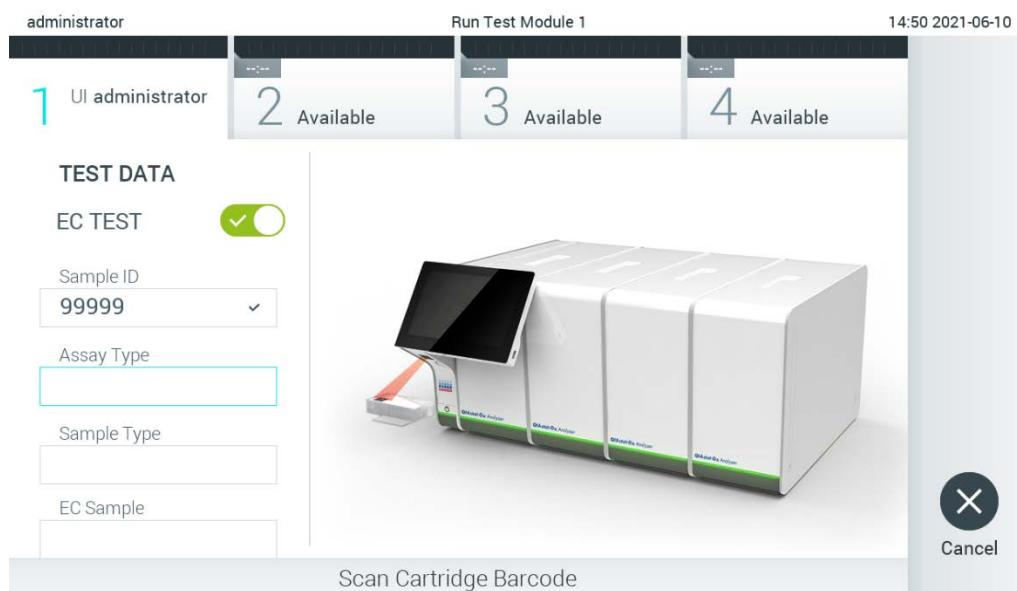

Рис. 89. Сканирование штрих-кода картриджа для тест-системы QIAstat-Dx.
4. При получении соответствующего запроса отсканируйте штрих-код на картридже для тест-системы QIAstat-Dx, который будет использоваться при анализе. По штрих-коду картриджа для тест-системы QIAstat-Dx прибор QIAstat-Dx Analyzer 1.0 автоматически определяет, какую тест-систему необходимо использовать (рис. 89).